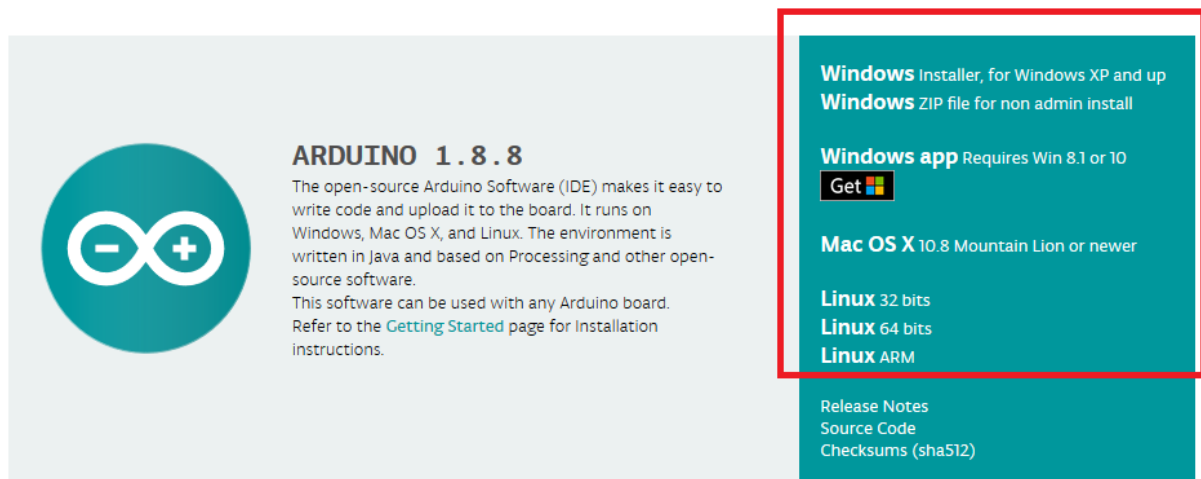

Fig. 1 – Téléchargement du programmeur Arduino.
3. choisir votre version d'Arduino IDE (voir Fig. 1) et la télécharger;